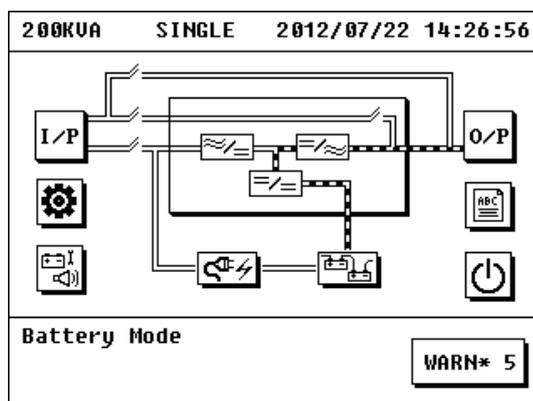

Рис. 3.9 Работа в батарейном режиме
5. Замкните выходной размыкатель. С этого момента ИБП находится в батарейном режиме. Поток энергии изображен на рис. 3.9.